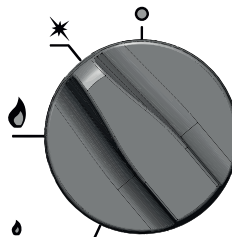

Bild 7. Die Einstellung des Drehknopfes bei der nur der Pilotbrenner durch das Gas versorgt wird.
- Den eingedrückten Drehknopf in die Lage „Pilotbrenner“ wie auf dem Bild 7 (gegen den Uhrzeigersinn) umdrehen
- Wenn der Brenner momentan nicht benutzt wird, sollte der ihn steuernde Drehknopf in die Position „Pilotbrenner“ gedreht werden (Bild 7).